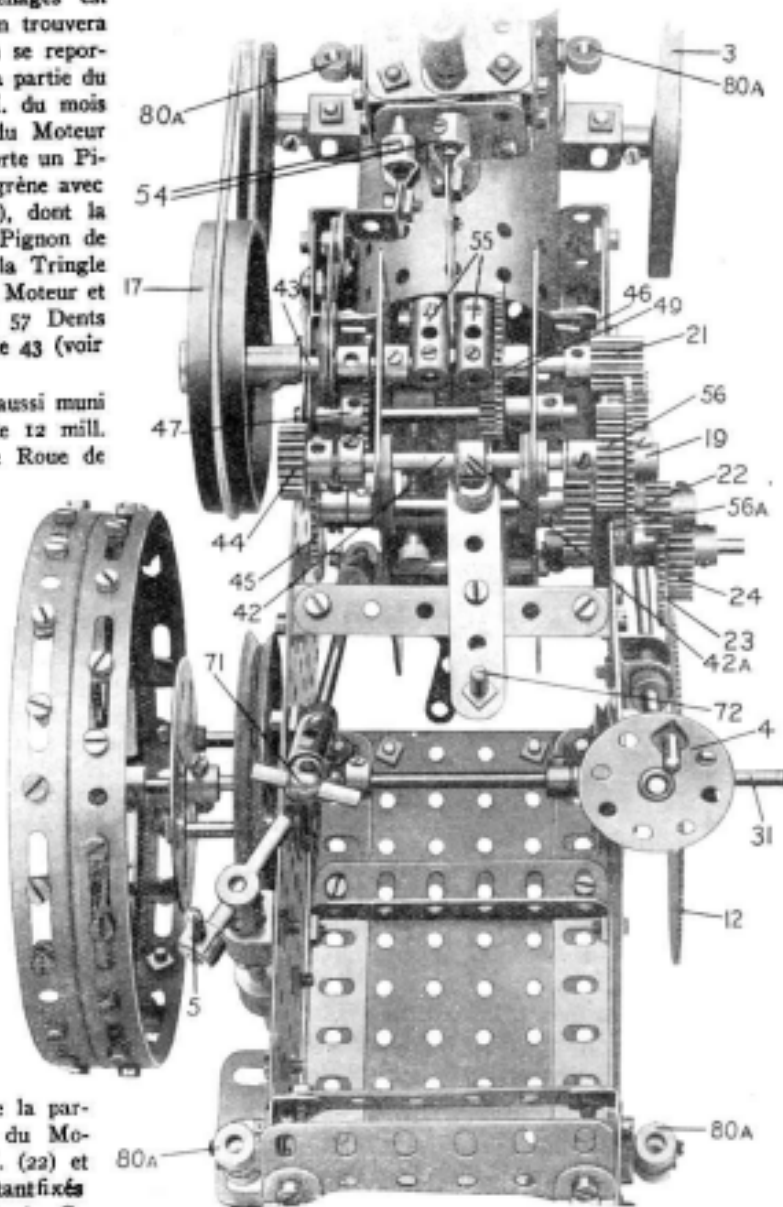
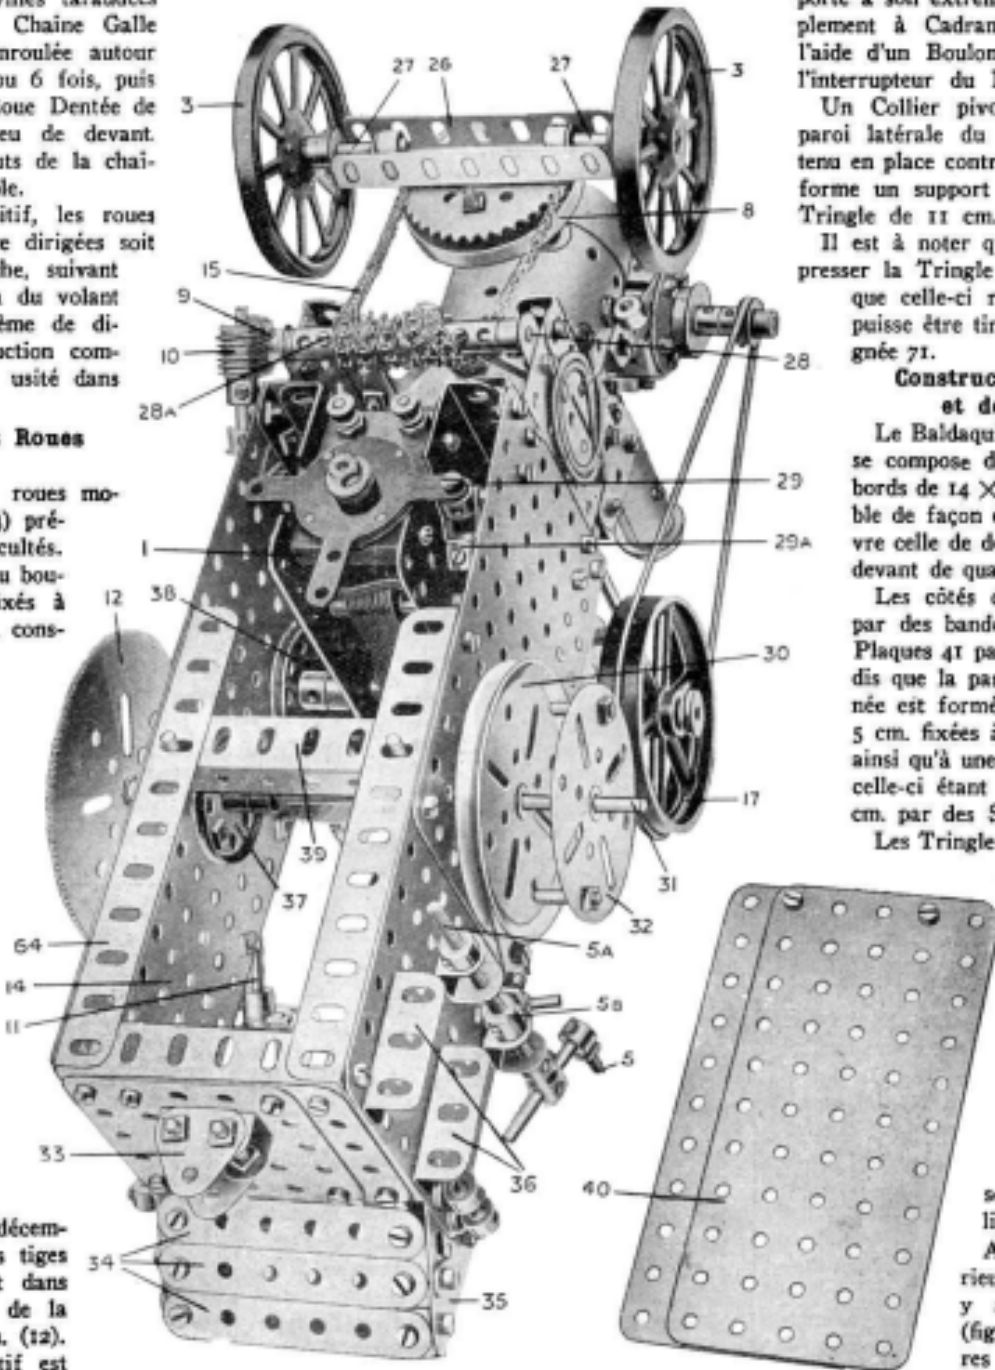

Fig. 4. — Vue prise d'en haut, montrant le système d'engrenages.
Fig. 5. — Vue de dessous, montrant le mécanisme de direction et le Moteur Electrique.
DANS notre numéro du mois passé nous avons décrit la construction du châssis principal du Tracteur Meccano et nous nous sommes occupés de tous les détails de la Chaudière et du Moteur, ainsi que du mécanisme de freinage. La fig. 4 du présent numéro représente le modèle vu d'en haut, ce qui met en évidence les engrenages et le moteur, tandis que la vue du modèle complet prise d'en bas (fig. 5) montre très clairement la position du Moteur, ainsi que les engrenages de direction et de freinage. Après avoir construit la partie du Moteur et de la Chaudière et l'avoir ajustée à la partie de derrière du modèle, comme nous l'avons décrit le mois dernier, il faut passer à la construction du mécanisme commandant le mouvement du modèle.
L'enchaînement des engrenages est visible sur la fig. 4, mais on trouvera ses détails plus apparents en se reportant à l'image représentant la partie du moteur (fig. 2 dans le M.M. du mois dernier). L'axe de l'induit du Moteur (48a sur l'image rappelée) porte un Pignon de 12 mill. (48) qui engrène avec une Roue de 57 Dents (47), dont la Tringle porte de même un Pignon de 12 mill. Celui-ci est fixé à la Tringle contre la paroi intérieure du Moteur et engrène avec une Roue de 57 Dents (49) sur l'Arbre de Manivelle 43 (voir fig. 2 et 4).
L'Arbre de Manivelle est aussi muni d'un Pignon double, long de 12 mill. (21) qui s'engrène avec une Roue de 57 Dents (19) fixée sur une Tringle de 9 cm. (12) à laquelle est fixée de même une Roue d'engrenage de 25 mill. (56) placée contre la face de la Roue 19. A l'autre extrémité de la Tringle 12 se trouve un Pignon de 19 mill. (44). La Tringle glisse librement dans ses supports et est commandée par le levier 72. Ce dernier est pivoté à une petite Chape d'Accouplement (voir fig. 4 ainsi que fig. 3 de notre numéro de décembre), qui engage un Collier 42A (fig. 4) se trouvant sur la Tringle 42.
Une Roue de 38 dents (25 mill.), 56A (fig. 4) est fixée à une Tringle de 11 cm. et demi et placée contre la partie extérieure de la paroi du Moteur, un Pignon de 12 mill. (22) et une Roue de 50 dents (45) étant fixés aux deux bouts de cette Tringle. On voit d'après la fig. 4 qu'en déplaçant le levier 72 on peut mettre en action à volonté chacun des deux enchaînements d'engrenages, c'est-à-dire on peut engager la Roue 56
Les roues motrices de devant 3 (fig. 5), qui consistent en Roues de 75 mill., sont montées sur les Tringles de 38 mill. (27) passées dans les trous d'une Bande Courbée de 90 x 12 mill. Celle-ci est fixée à l'intérieur d'une cornière en « U » formée de deux Cornières de 9 cm. (26) boulonnées ensemble, comme on le voit sur la fig. 5. Les extrémités intérieures des Tringles sont passées dans des Equerres boulonnées aux Cornières et sont tenues en place par des Colliers fixés aux Tringles contre les Equerres. Ce dispositif est montré sur la fig. 5.
Le Boudin de Roue 8 (fig. 5) est fixé aux Cornières 26 par des Boulons passés à travers une Roue Dentée de 5 cm.; une Tringle de 38 mill. fixée à celle-ci joue le rôle d'un pivot pour l'essieu de devant. La Tringle est passée dans une Bande à double Courbure 8a (voir fig. 2 dans notre numéro de décembre) boulonnée au-dessous de la Chaudière et est tenue librement en position au moyen d'un Collier placé sur la Tringle à l'intérieur de la direction est commandé par une roue directrice 4 (fig. 4) fixée à une Tringle de 20 cm. (11) qui est
passée dans des Supports Doubles boulonnés à la paroi latérale du châssis de la partie arrière du modèle (voir aussi fig. 3, M.M. de décembre). La Tringle de direction 11 porte à son extrémité inférieure une Vis sans fin 10 (fig. 5) qui engage un Pignon de 19 mill. (9) sur une Tringle de 9 cm. (28), cette Tringle étant passée dans des Bandes de 38 mill. boulonnées aux plaques latérales du châssis (voir aussi fig. 3, M.M. de décembre).
La Tringle 28 porte plusieurs Accouplements et Colliers 28A (fig. 5) dont les chevilles taraudées servent à saisir une Chaîne Galle de 40 cm. qui est enroulée autour des accouplements 5 ou 6 fois, puis passée autour de la Roue Dentée de 5 cm. fixée à l'essieu de devant. Naturellement, les bouts de la chaîne sont joints ensemble.
En plaçant la roue sur la Tringle 31 (fig. 5 et fig. 3 du n° de décembre), on verra que les tiges des boulons entreront dans les trous des fentes de la Roue dentée de 9 cm. (12). Le but de ce dispositif est d'assurer une plus forte prise à la roue motrice, que si elle était simplement fixée par les vis d'arrêt des Roues-Barillets fixées aux Disques à moyeu. Quant à la roue motrice gauche, il faut l'écarter de la paroi du châssis de la partie arrière du modèle afin de laisser l'espace nécessaire à la rotation libre du volant 17 (fig. 4). A cette fin on passe sur la Tringle 31 un plateau central de 6 cm. (32) (fig. 5) portant deux Chevilles filetées et sa vis d'arrêt est fixée de façon à ce que les Chevilles filetées engagent les fentes ou les trous du tambour de frein 30.
On voit la poignée 71 commandant le Moteur Electrique de 4 volts sur la fig. 4. En tirant ou poussant la poignée on peut mettre en marche le Moteur, l'arrêter ou le renverser. La poignée, qui est formée d'une Tringle de 25 mill. passée dans un Support de Rampe, est fixée par un Accouplement à une Tringle de 11 cm. et demi qui porte à son extrémité inférieure un Accouplement à Cadran 29A (fig. 5) pivoté à l'aide d'un Boulon 29 à l'un des bras de l'interrupteur du Moteur.
Un Collier pivoté par un Boulon à la paroi latérale du châssis, le boulon étant tenu en place contre le Collier par un écrou, forme un support et une glissière pour la Tringle de 11 cm. et demi (voir fig. 4).
les supports du baldaquin sont fixées dans des Accouplements qui, à leur tour, sont fixés par des boulons aux Plaques 41. Les extrémités inférieures des Tringles sont fixées dans des Colliers 80A situés sur la Chaudière et les Plaques latérales de la soute. On voit ces Colliers sur la fig. 4.
Afin de compléter l'extérieur réaliste du modèle, on y ajoute des marches 36 (fig. 5) formées de Cornières de 38 mill. qu'on boulonne aux Plaques du châssis principal.
Une fois la construction du modèle achevée, on peut placer un Accumulateur Meccano de 4 volts-8 ampères dans l'emplacement qui lui est réservé dans la partie arrière du modèle, comme on le voit sur la vue générale du modèle (fig. 5, ainsi que fig. 1 du n° de décembre), les bornes en étant jointes par deux fils isolés
Pour mettre le modèle en marche, il faut tout d'abord engager l'engrenage « lent » en poussant le levier 72 à gauche. Avant d'actionner le Moteur Electrique on veillera à ce que le frein soit relâché. Alors on actionne le Moteur en tirant ou en poussant la poignée 71 (fig. 4) suivant le sens de marche voulu (marche avant ou arrière). Quand la machine ne traîne qu'un poids léger, on peut se servir de l'engrenage « rapide », mais pour les fardeaux plus lourds on emploiera toujours l'engrenage « lent ».